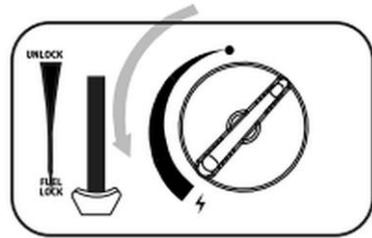

Fig. 9
1. Tourner ensuite le régulateur rotatif (17) complètement à gauche sur la position d'allumage (18) et le maintenir quelques secondes sur cette position jusqu'au clic. (Fig. 9)